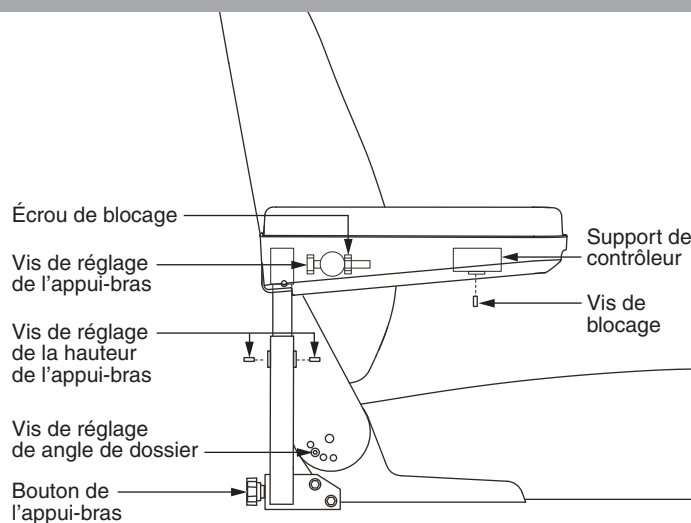

Figure 12. Réglages des appuis-bras et dossier
1. Retirez la vis de réglage de l'inclinaison du dossier de chaque charnière. **Voir la figure 12.**
1. Repérez les deux boutons de réglage sur le support des appuis-bras. **Voir la figure 12.**
1. Relevez l'appui-bras perpendiculaire au plancher. **Voir la figure 12.**
1. Desserrez les vis de blocage sur les dos de chaque support d'appui-bras. **Voir la figure 12.**
2. Desserrez la vis de blocage sous l'appui-bras. **Voir la figure 12.**